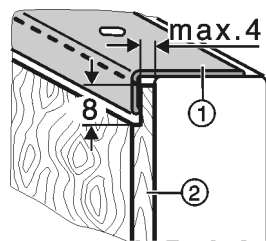

Fig. 40
- ▶ Õhendage paksemad dekoorplaadid Fig. 40 (2) joonise järgi astmeliselt maksimaalselt 4 mm paksusele.